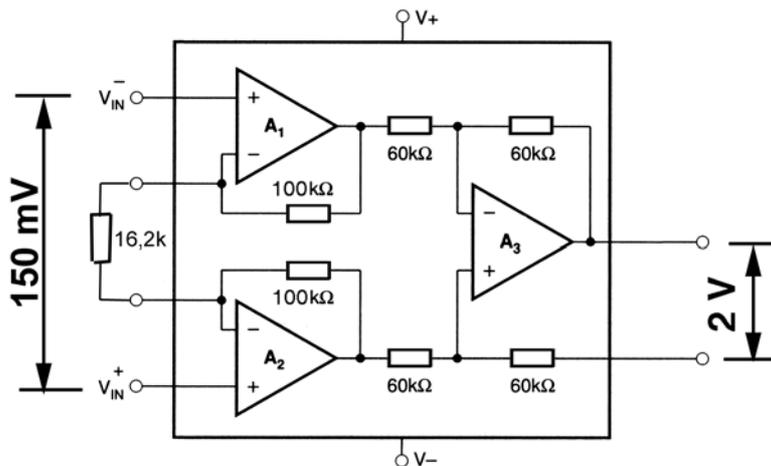

Abb. 4
12. Wie beschalten Sie den in Abb. 4 gezeigten Differenzmeßverstärker, damit aus 150 mV Differenzspannungshub 2 V Ausgangsspannungshub werden?